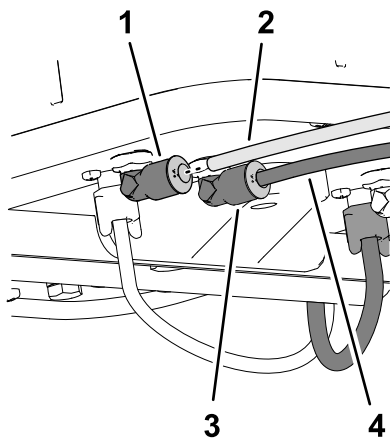

図 142
2. コンプレッサのサイドプレートのエア用フィッティングに透明チューブを入れる 図 141 と 図 142。
3. サイドコンプレッサプレートで、原液用フィッティングに青いチューブを入れる 図 141 と 図 142。
5. コンプレッサのサイドプレートのエア用フィッティングに透明チューブを入れる 図 141 と 図 142。
6. サイドコンプレッサプレートで、原液用フィッティングに青いチューブを入れる 図 141 と 図 142。